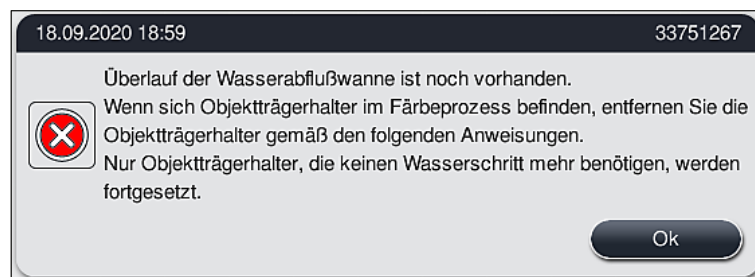

Abb. 127
- Konnte die Blockierung trotz der Reinigungsversuche nicht behoben werden, werden die Wasserstationen wegen des weiter bestehenden kritischen Wasserstands deaktiviert. Die Wasserstationen werden als defekt angezeigt. Zum Abbrechen eines oder mehrerer Programme (→ "Abb. 125-2") oder (→ "Abb. 126-2") drücken, um den kontrollierten Abbruch zu starten. Programme, die keinen Wasserschritt erfordern, werden bis zum Ende des Färbeprozesses fortgesetzt. Verbleibende Objektträgerhalter, die noch mindestens einen Wasserschritt erfordern, müssen storniert und aus dem Gerät entnommen werden. Die Meldung (→ "Abb. 127") durch Drücken von **Ok** bestätigen.